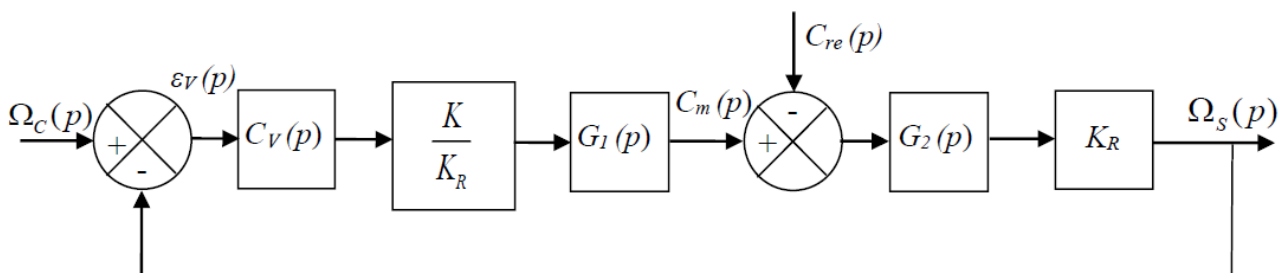

FIGURE 10 – Schéma-bloc équivalent pour la boucle de vitesse
On pourrait montrer que le schéma-bloc peut se ramener au schéma à retour unitaire de la Figure 10, avec  $G_1(p) = \frac{k_c}{R} \frac{1}{1 + \tau_e p}$ ,  $G_2(p) = \frac{R}{k_c} \frac{1}{1 + \tau_m p}$  et  $K = K_{vit} K_A K_m$ .
**Question 29:** A partir du schéma-bloc à retour unitaire de la Figure 10, déterminer l'expression de la fonction de transfert en boucle ouverte  $H_{BO}(p) = \frac{\Omega_s(p)}{\epsilon_V(p)}$  en fonction de  $C_v(p)$ ,  $\tau_e$ ,  $\tau_m$  et  $K$ .